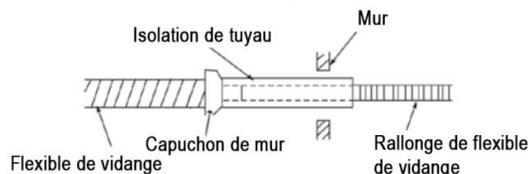

Fig. 13
- S'il s'avère nécessaire de prolonger le flexible de vidange avec un flexible acheté localement, isolez le raccord avec un matériau d'isolation de tuyaux Armaflex ou similaire. (Fig. 13)